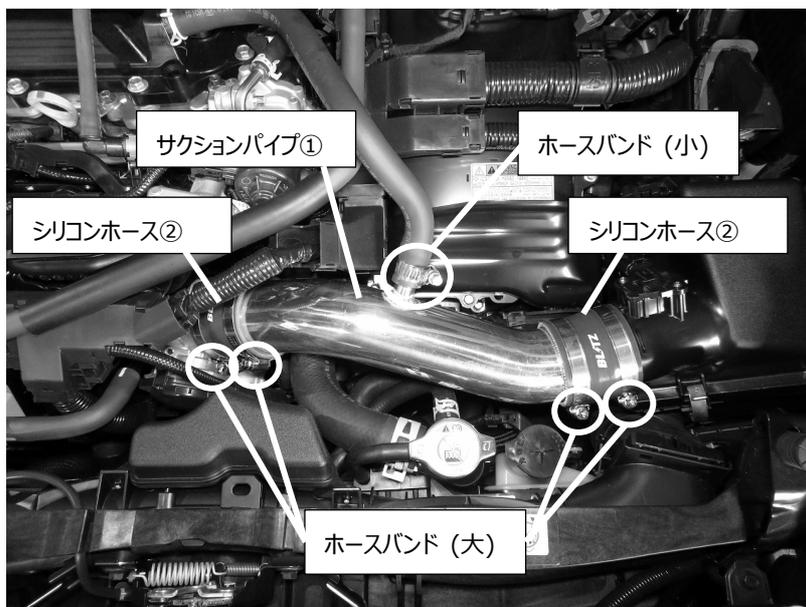

図 2
- 1) 付属のサクションパイプ①、シリコンホース②、ホースバンド(大)、ホースバンド(小)を組付けます。(図 2)
- ※サクションパイプ①の差し込む向きに注意して下さい。
- ※エンジンの振動等によって干渉しないようサクションパイプ①の位置を調整して下さい。